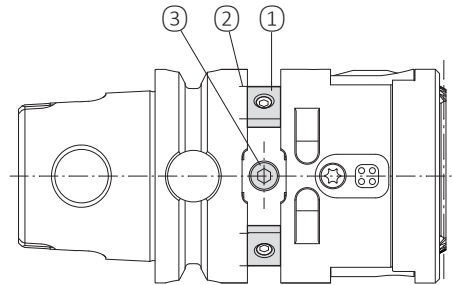

Bild 8
4.4 Unwuchtausgleich (Bild 8)
Der Betrieb des Werkzeugs ohne die eingeklebte Verschlusschraube ③ (Bild 8) im Eingang der Wuchtnut ist nicht gestattet.